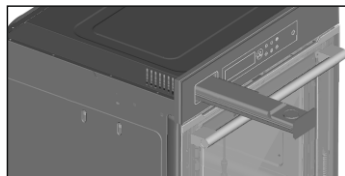

Figura 2
2. Versare l'acqua con una caraffa o rimuovere la vaschetta e riempire con l'acqua dal lavandino. (Figura 2)